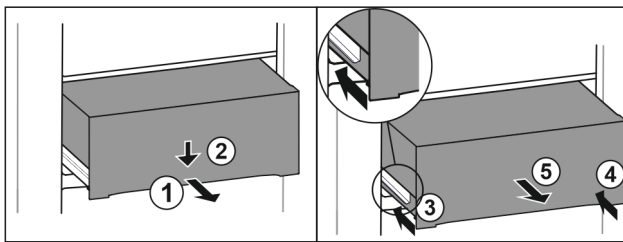

Fig. 139
- ▶ Schubfach halb herausziehen. Fig. 139 (1)
- ▶ Schubfach an der Vorderseite nach unten drücken. Fig. 139 (2)
- ▶ Linke Schiene etwa 2 cm einschieben. Fig. 139 (3)
- ▶ Rechte Schiene etwa 2 cm einschieben. Fig. 139 (4)
- ▶ Schubfach nach vorne entnehmen. Fig. 139 (5)